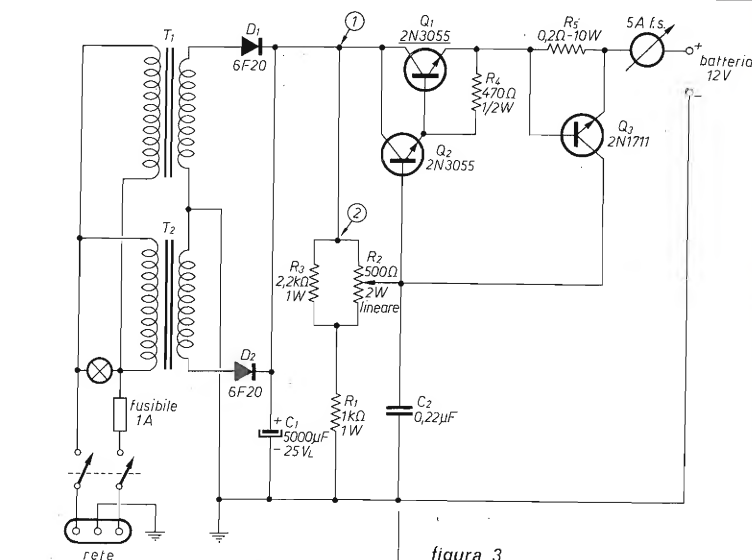

figura 3
A titolo puramente informativo in figura 3 è riportato lo schema di un circuito semplificato di un secondo
A causa della mancanza dello stadio comparatore (Q_1 di figura 2) la corrente di ricarica della batteria, regolata da R_1 , continua a fluire verso la batteria stessa anche a carica completa. La semplicità del circuito di figura 3, che permette la possibilità di regolazione della corrente e la possibilità di protezione in caso di cortocircuito accidentale, è comunque tale da renderne interessante una sua eventuale applicazione. Per quanto riguarda la regolazione della corrente va sottolineato che nello schema di figura 2 tale regolazione viene fatta a tensione costante di uscita variando semplicemente il livello
lo della massima corrente di uscita mentre nello schema di figura 3 tale regolazione viene fatta variando la tensione di uscita stessa mantenendo costante la massima corrente di uscita (4 A). Sia per lo schema di figura 2 che per quello di figura 3 è stata impiegata la stessa alimentazione e lo stesso stadio di potenza con regolazione in serie (Q_1 e Q_2 di figura 2 e Q_1 e Q_2 di figura 3 rispettivamente). Come già precedentemente indicato, entrambi i suindicati schemi possono essere utilizzati per la ricarica delle batterie al piombo da 6 V effettuando le seguenti varianti:
- 2) Schema di figura 3: portare R_1 a 330Ω , eliminare R_3 e inserire tra i punti 1 e 2 una resistenza da 680Ω con tolleranza 5 % e massima dissipazione di 1 W.